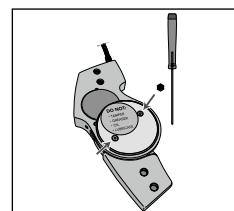

Fig. 4
2. Gebruik de meegeleverde inbussleutel om de twee schroeven van de mediale (RVS) afdekplaat los te schroeven en te verwijderen (**zie fig. 4**).